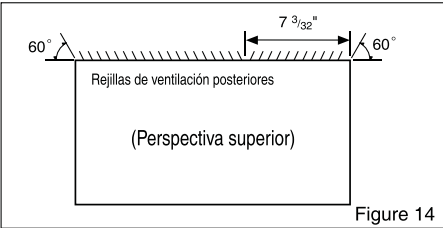

Figure 14
**1** Redireccione las rejillas de ventilación en la parte posterior del soporte de pared a un ángulo de 60° según muestra la Figure 14. Recomendamos el uso de alicates.